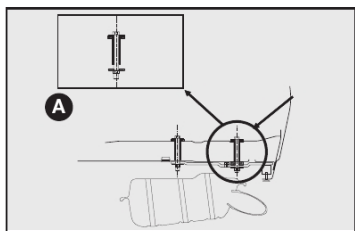
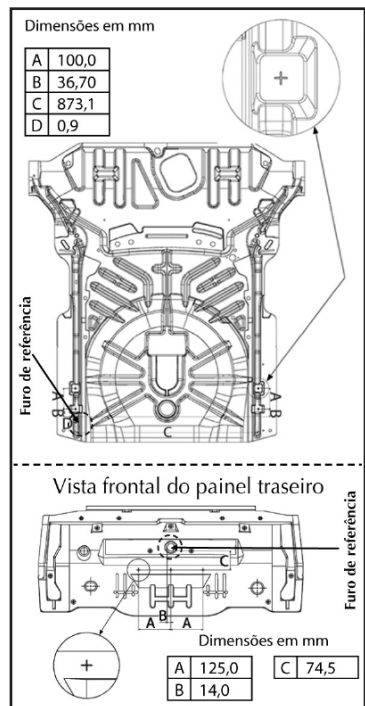
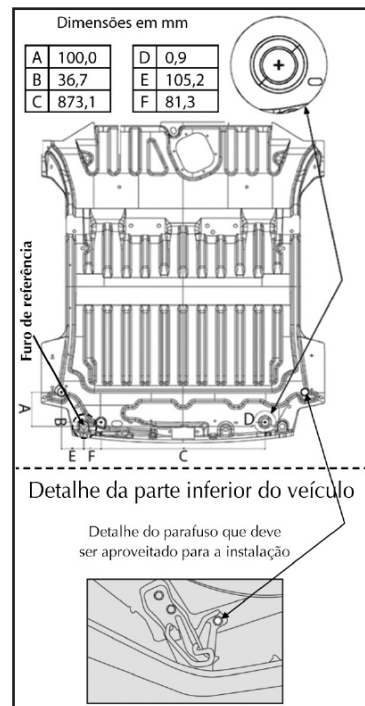

fig. 12
fig. 13
fig. 14
- Efetuar no veículo a furação com Ø (diâmetro) 11 mm traspassando o assoalho posterior (ver detalhe A-fig. 12) e a longarina nas marcas esquemáticas indicadas na figura correspondente ao modelo do seu veículo (fig. 13 a fig. 14).